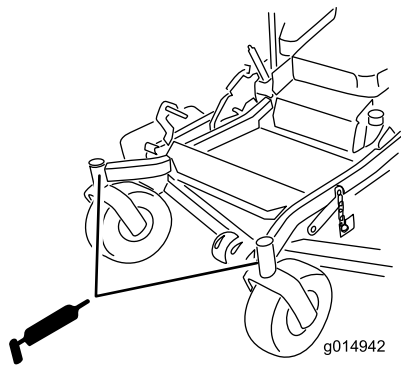

Bild 39
8. Ziehen Sie die Schmierpresse aus der Öffnung. Drehen Sie die Sechskantschraube und Staubkappe wieder ein (**Bild 39**).